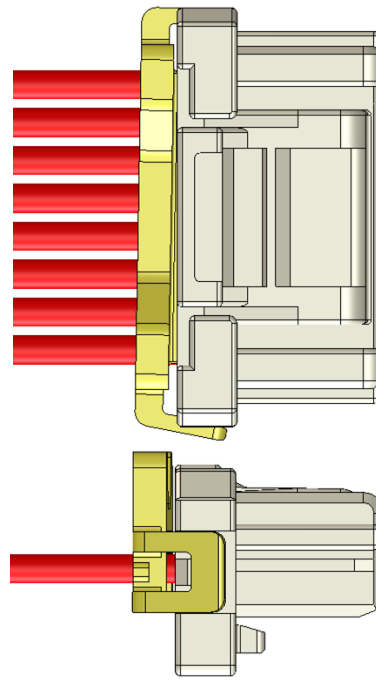

Fig.6-8 爪に乗り上げた状態
④ リテーナー装着後、ロック部がハウジング側の爪に乗り上げていないこと (Fig.6-8)、